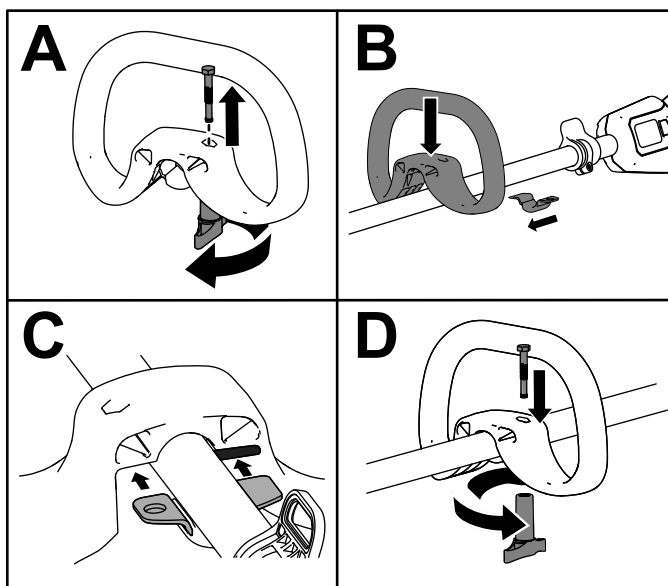

Figure 3
1. Séparez la poignée auxiliaire du support inférieur sur le manche en desserrant le bouton de verrouillage et en retirant le boulon à tête creuse (A de la Figure 3).
2. Placez la poignée auxiliaire au-dessus du support inférieur sur le manche de la débroussailleuse (B de la Figure 3).
3. Insérez le support inférieur dans la fente sur la poignée auxiliaire (B de la Figure 3).
4. Fixez la poignée auxiliaire au support inférieur à l'aide du boulon à tête creuse retiré précédemment (C de la Figure 3).